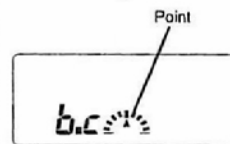

Fig. 7
4. Presser le commutateur d'alimentation pour activer l'alimentation. L'indication "b.c" et les symboles de barre qui indiquent la capacité de la pile sont affichés à l'affichage de cristaux liquides (Figure 7), puis l'indicateur est commuté au mode de mesure.